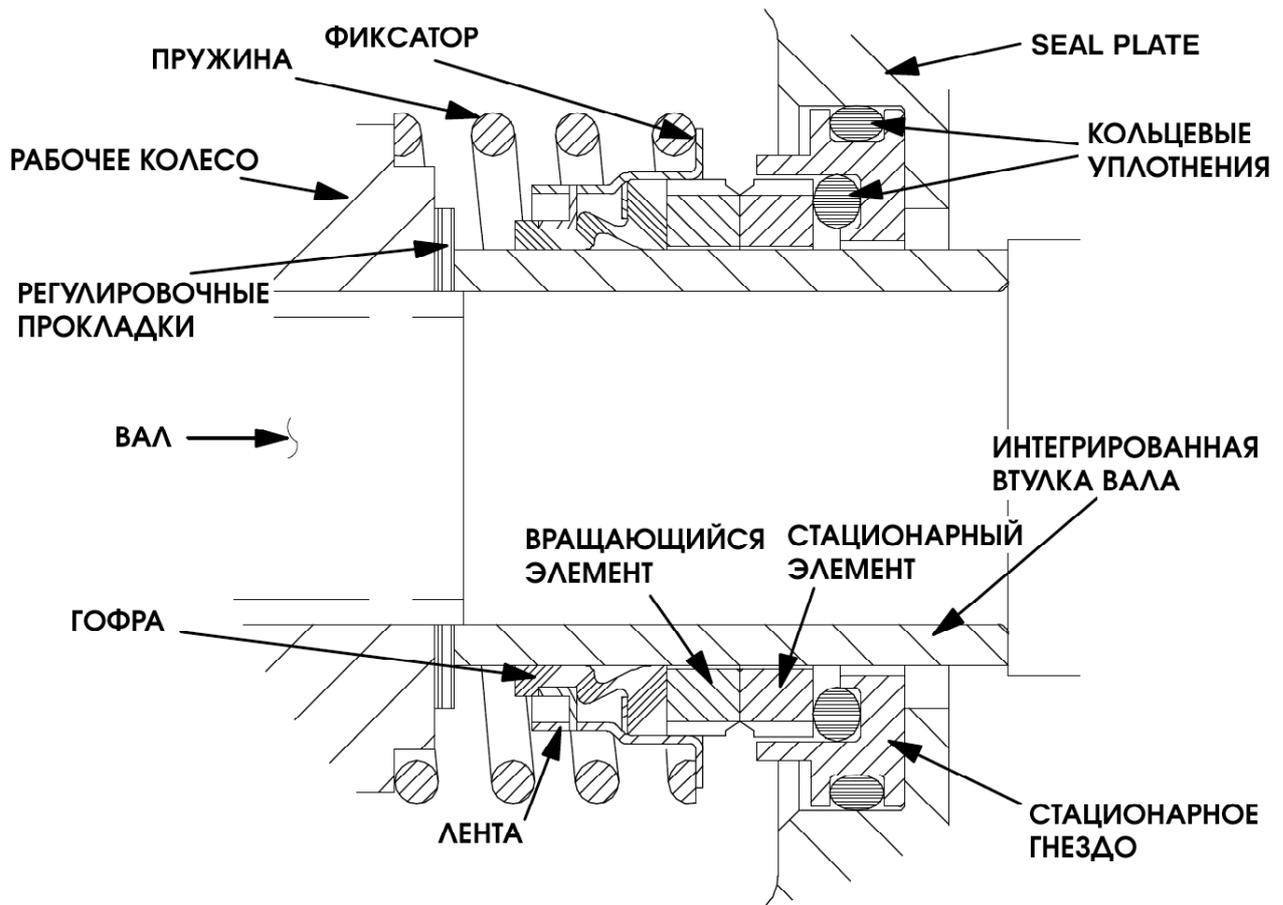

Рис. 4. Механическое уплотнение 46512-034 в сборе
**Снятие уплотнения****(Рис. 4)**
Для простоты установки механического уплотнения смажьте резиновые кольцевые уплотнения, втулку вала и внешнюю сторону неподвижной части очень маленькой каплей легкого смазочного масла. Для идентификации деталей уплотнения см. Рис. 4.